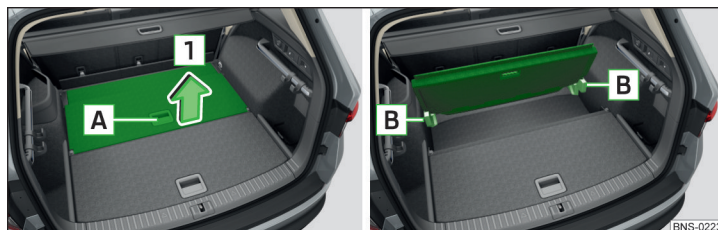

Fig. 159 Rabatarea în sus a plăcii anterioare
- » Pentru **rabatarea în sus** a plăcii anterioare, trageți-o de mânerul **A** în sensul săgeții **1**. Placa va fi introdusă în canelurile din spatele elementelor de ghidare **B** » fig. 159.